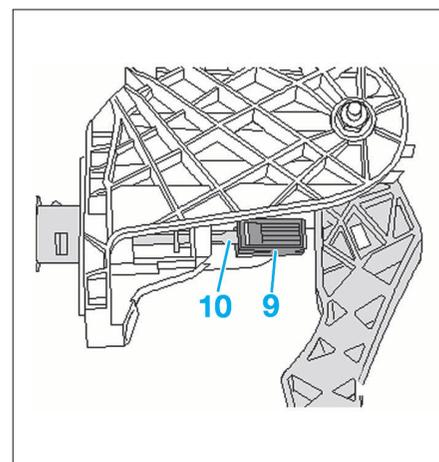

FIG. 14
- Engager l'agrafe (9) en bout de la tige (10) de l'émetteur (Fig.14).